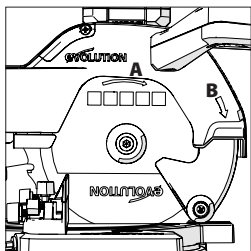

Fig. 27
Asegúrese de que la flecha de rotación en la hoja (A) coincida con la flecha de rotación en sentido horario de la protección superior (B) (Fig. 27).